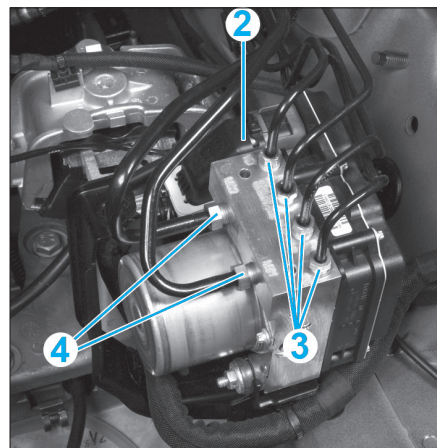
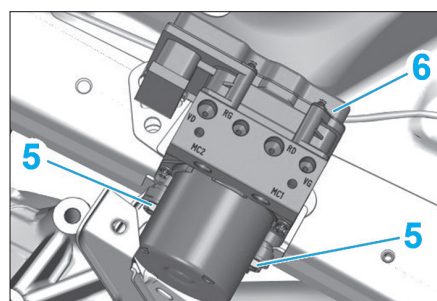

Fig. 59
Fig. 60
- Débrancher le connecteur (2) (Fig.59).
- Désaccoupler les raccords hydrauliques (3) et (4).
- Desserrer les deux écrous (5) (Fig.60).
- Déposer le groupe électrohydraulique (6).